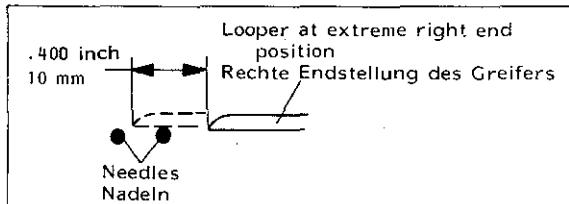

Fig.66A
2. Rotate the pulley clockwise until the looper has moved 10 mm (.400 in.) from right to left (see Fig. 66A).
2. Drehen Sie die Handrad-Riemscheibe im Uhrzeigersinn bis sich der Greifer von rechts nach links 10 mm bewegt hat (siehe Fig. 66A).